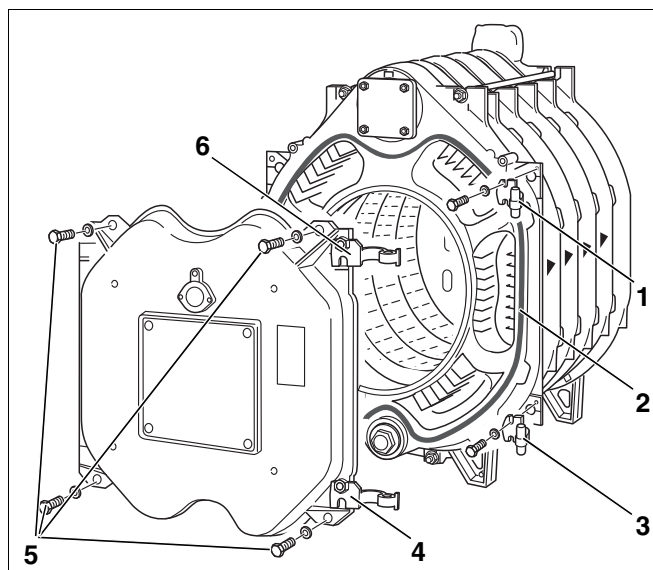

Fig. 26 Appendere lo sportello del bruciatore
Di fabbrica, entrambi gli occhielli delle cerniere (fig. 26, [4] e [6]) sono avvitati sulla destra della porta. Per cambiare il senso di apertura della porta del bruciatore, gli occhielli delle cerniere si devono togliere da destra ed essere corrispondentemente montati sulla sinistra della porta.
- Avvitare i ganci delle cerniere (fig. 26, [1] e [3]) ognuno con 2 bulloni M 12 × 50 all'elemento anteriore. La fig. 26 rappresenta questa operazione per battuta a destra. Con battuta a sinistra, i ganci di cerniera devono essere avvitati in modo corrispondente sulla parte destra.
- Incollare il cordone GP Ø 18 mm sull'elemento anteriore con adesivo Silastik. In questa operazione, il cordone ermetizzante deve essere posizionato lateralmente (fig. 26, [2]).
- Chiudere lo sportello del bruciatore e fissarlo con i 4 bulloni (M 16 x 140) (fig. 26, [5]). I bulloni si devono avvitare in modo uniforme e in sequenza incrociata.